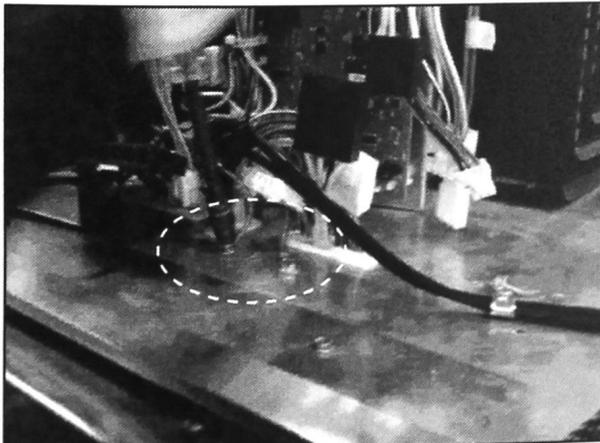

FIGURE 9
11. Débrancher les connexions de mise à la terre du module haute tension (HT). Mettre les vis de côté. Voir Figure 9.